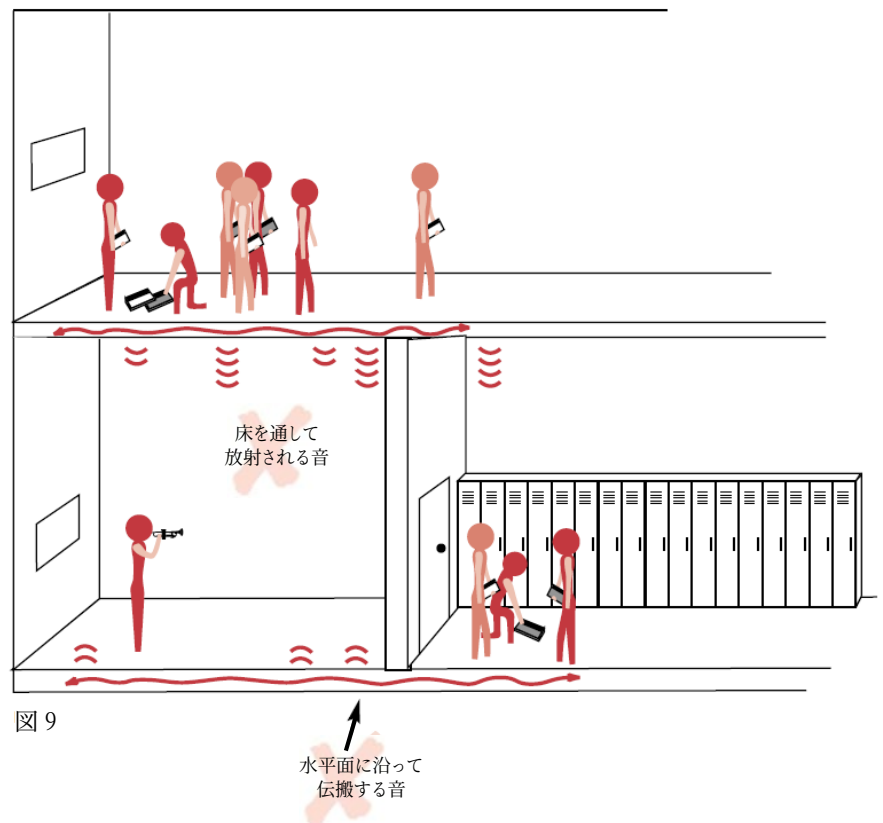

図 9
- a. もし天井がコンクリート (図9参照) なら、遮音の問題はおそらく上階や隣接する場所で音量の大きい学級活動が行われている時の音や、建物の機械室の音が漏れてくるというものでしょう。